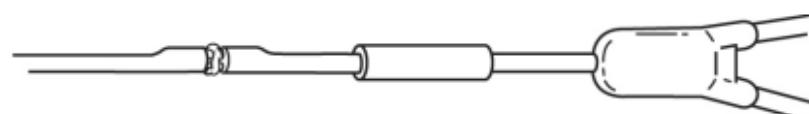

Fig. 6
6. Aplicar adhesivo en la unión (**Fig. 6**).